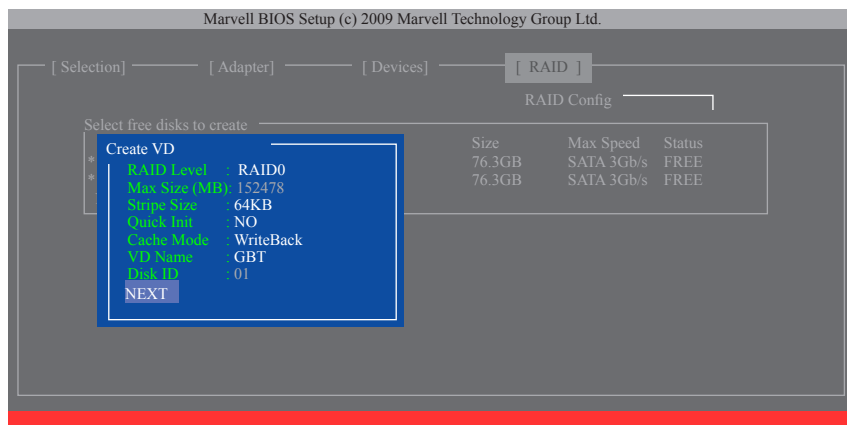

図 7
6. **NEXT:** 上の設定を完了した後、**NEXT** に移動して<Enter>を押しアレイの作成を開始します。確認を求められたら、<Y>を押して確認するか<N>を押してキャンセルします(図7)。